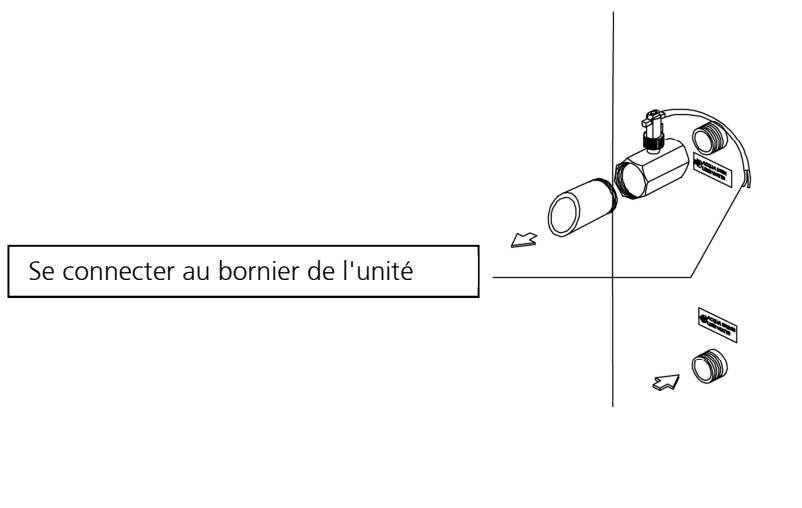

Fig. 4
- Raccorder le fluxostat au raccord fileté mâle à la sortie de l'évaporateur (fig.4) marqué par l'étiquette suivante :